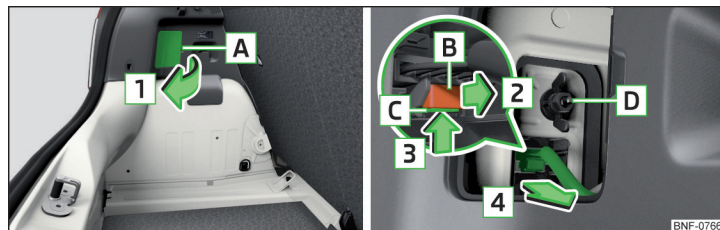

Fig. 181 Demontarea lămpii / scoaterea conectorului
- Rabatați în sus masca în zona **A**, în sensul săgeții **1** » fig. 181.
- Înșurubați și strângeți piulița din plastic **D** » fig. 181.